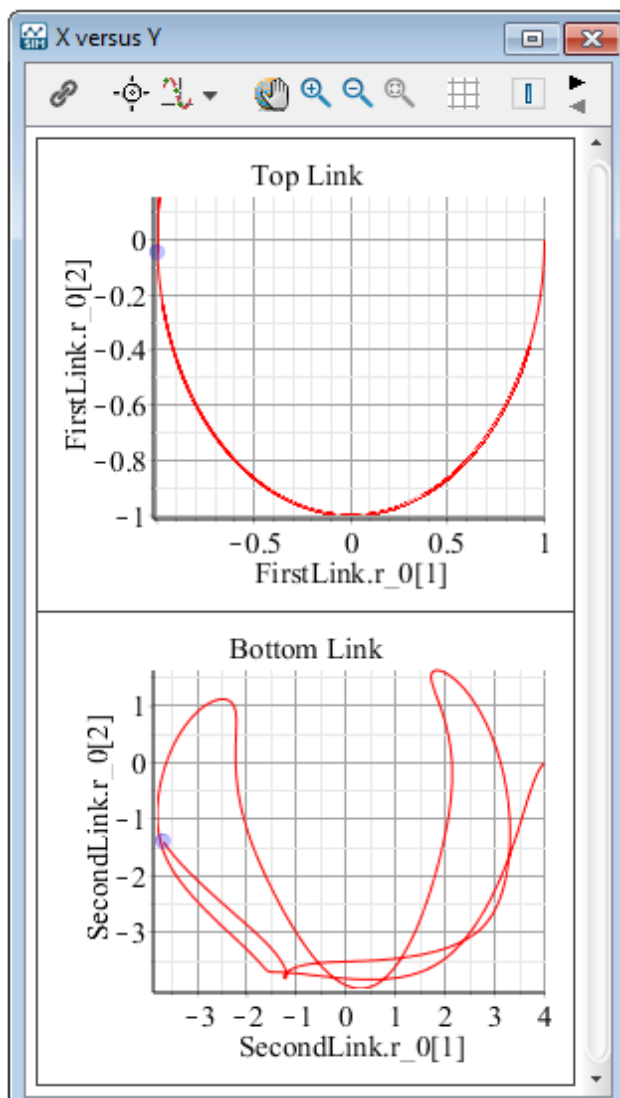

図4.7 1つの物理量を別の物理量に対してプロットする
- 作成したプロットを **図4.7 「1つの物理量を別の物理量に対してプロットする」** に示します。